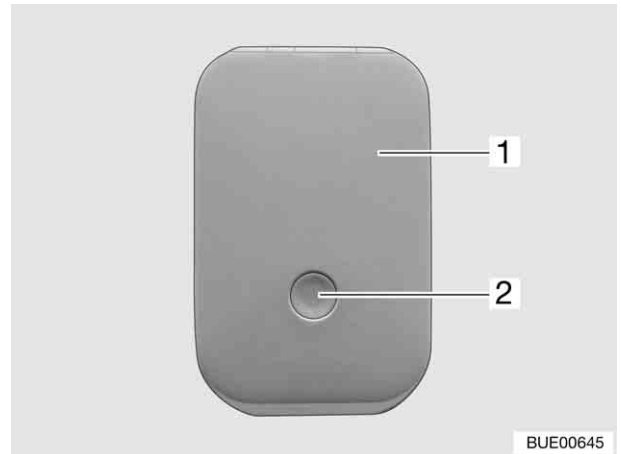

Fig. 25 Serrure du portillon (variante 3)
- Appuyer sur le verrou de pression (Fig. 25,2).
- Basculer le portillon extérieur (Fig. 25,1) vers le haut.
- Faire basculer vers le bas le portillon extérieur (Fig. 25,1) et le fermer.